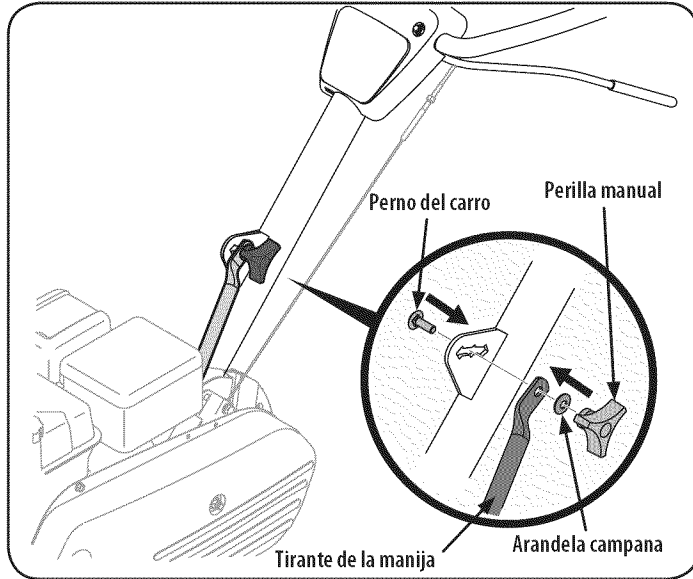

Figura 4
- Asegure el perno después de ajustar la traba de la manija. Vea la Figura 4.
- Inserte el perno de carro a través del soporte soldado de la manija, la arandela campana, la traba de la manija, y dentro de la perilla de mano. Vea la Figura 4.
- Seleccione una de las tres posiciones para la altura de la manija (tres muescas en la ménsula soldada de la manija), y ajuste la perilla de mano para fijar la manija en la posición deseada. Vea la Figura 4. Regrese a la manija inferior y ajuste el perno hexagonal firmemente.